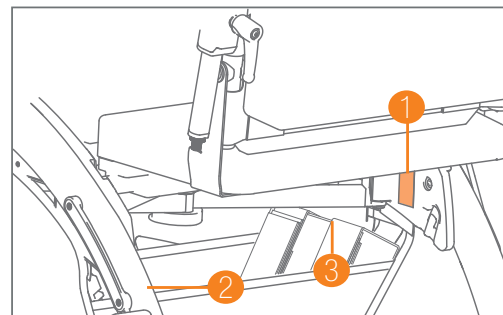
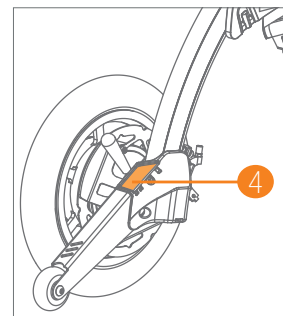
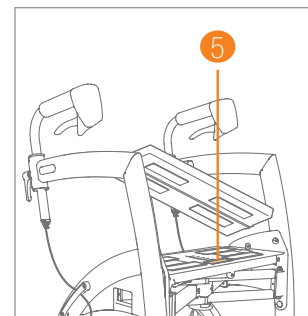

Abbildung 84: Standort der Etiketten und Aufkleber am Rollz Motion Electric
Abbildung 86: Aufkleber für den Freilauf an den Kippschutzvorrichtungen.
Abbildung 85: Entfernen Sie das Polster, um das Produktetikett auf dem Sitz zu sehen.
12. Stellen Sie sicher, dass der Rollz Motion Electric über das Produktetikett und die Aufkleber verfügt, um einen sicheren Betrieb und die Einhaltung der Vorschriften zu gewährleisten (**Abbildung 84, Abbildung 85, Abbildung 86**).
Entfernen, verdecken oder blockieren Sie keine Etiketten oder Aufkleber am Gerät und an dem Akku, da diese wichtige Informationen enthalten, die Benutzer und Wartungspersonal für den sicheren Betrieb des Geräts benötigen (**Abbildung 84** und **Abbildung 85**). Das Verändern oder Verdecken von Etiketten kann zu einer Fehlbedienung, einem erhöhten Fehlriskio oder dem Erlöschen von Garantie- und Regulierungsstandards führen.
Registrieren Sie Ihr Produkt bei Rollz International, indem Sie das Online-Formular auf www.rollz.com ausfüllen. Geben Sie unbedingt die Seriennummer Ihres Rollz Motion Electric ein. Diese Nummer befindet sich auf dem Aufkleber am Sitz (**Abbildung 86**). Bei der Registrierung können Sie sich auch für einen E-Mail-Newsletter anmelden, um über Rollz-Produktneigkeiten informiert zu bleiben.